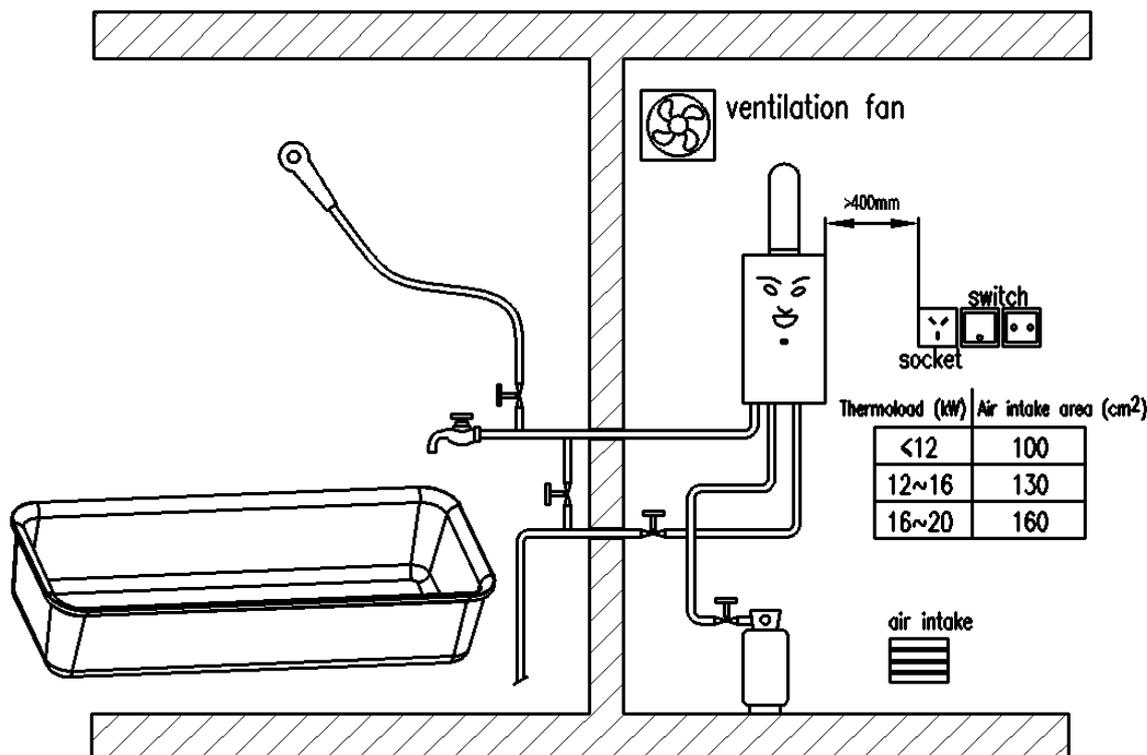

Fig.2
- Non installare l'apparecchio in camere da letto, scantinati, bagni o locali con condizioni di ventilazione inadeguate. Il locale di installazione deve essere ben ventilato. È necessario praticare nella parete un foro di ventilazione e un foro di aspirazione dell'aria che si colleghi all'esterno; le dimensioni del foro non devono essere inferiori a quelle indicate nella tabella di Fig.2. La ventola di ventilazione, se presente, deve essere installata sopra l'apparecchio e il livello del foro di aspirazione deve essere inferiore a quello dell'apparecchio. L'apparecchio deve essere tenuto a una distanza di almeno 400 mm dalla corrente elettrica (Fig. 2) e non si possono collocare sopra l'apparecchio né linee né apparecchiature elettriche.